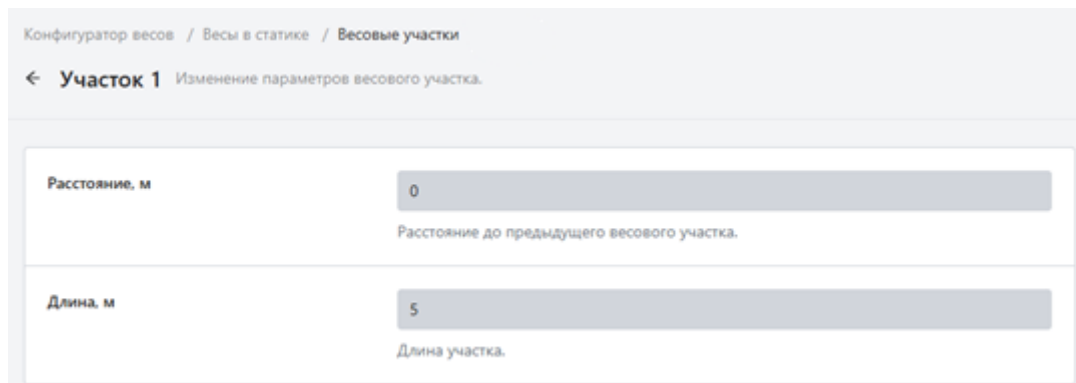

Рисунок 17 – Основные настройки весового участка
1. Основные настройки весового участка (Рисунок 17):